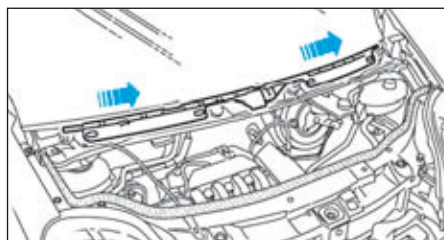

FIG.83
- Déposer le support de grille d'auvent dans le sens indiqué (Fig.83).